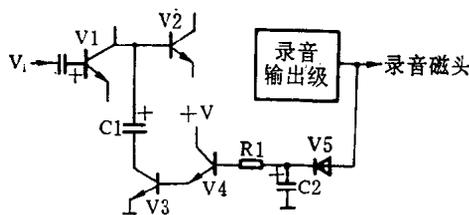

图1-6
(2) ALC电路检查 如图1-6所示是录音通道电路中的ALC电路，现在假设这一电路不能进行录音信号电平的自动压缩，导致录音失真故障。此时，让机器处于录音状态下，并送入较大录音信号，测量C2正极电压，若为0V，断开C2后测量V5负极与地之间的电压，仍为0V，说明V5